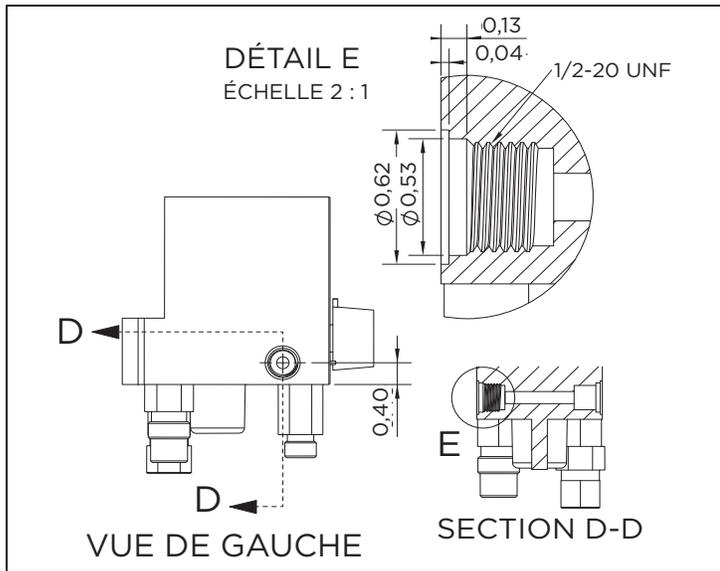

Figure 1 : Détail de l'orifice du mélangeur
3. Le mélangeur doit disposer d'un orifice de sortie principal situé à la gauche du mélangeur, dont les dimensions correspondent aux indications de la Figure 1 (page suivante).